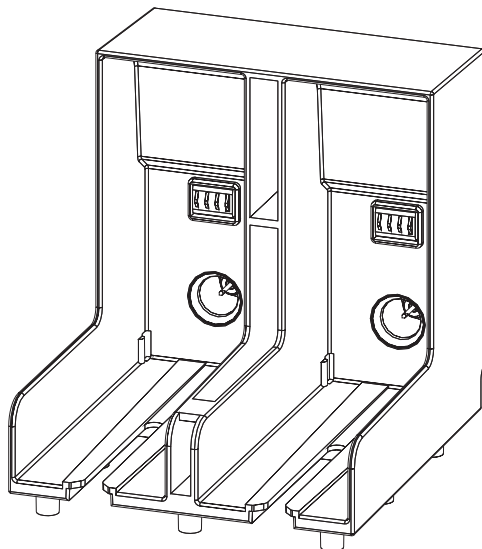

Рисунок 6-3: Разъем держателя картриджа
- 5 Вставьте новый картридж для чернил в держатель для картриджа, совместив ключ картриджа с соответствующим пазом держателя (Рисунок 6-3 на странице 6-6).